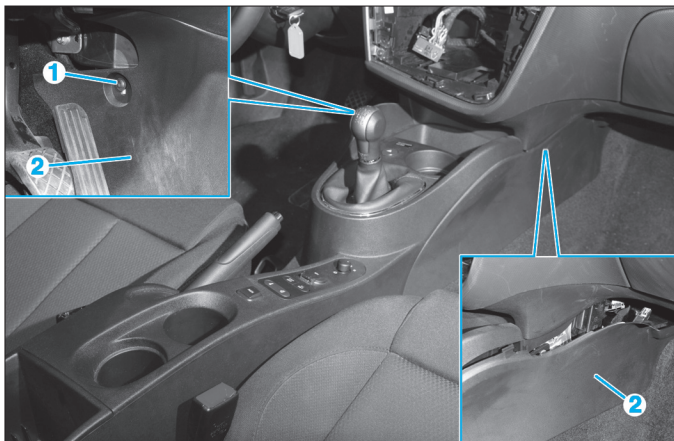
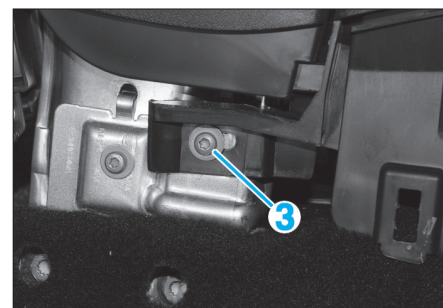

Fig. 16
Fig. 17
- Déposer la vis (1) (Fig.16).
- Dégraffer et déposer les caches latéraux (2).
- De chaque côté, déposer les vis (3) (Fig.17).